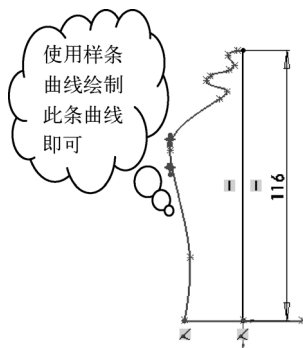

图 3-34 绘制路径曲线和第一引导线
STEP 2 在上视基准面中绘制如图 3-34 所示的草绘图形, 并添加相应的尺寸和约束, 其中垂直直线作为扫描路径, 样条曲线作为第一条引导线。